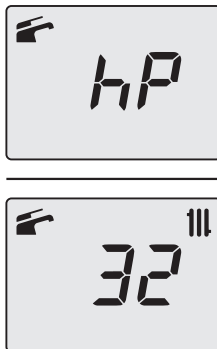

Figura 9.26
- Premendo il tasto 19 (Figura 9.22) è possibile variare la potenza in modalità spazzacamino: con visualizzazione sul display LCD delle lettere **hP** che si alternano con il valore di temperatura dell'acqua di riscaldamento (es.**32**), siamo in "funzione spazzacamino" alla potenza minima in riscaldamento (Figura 9.26).